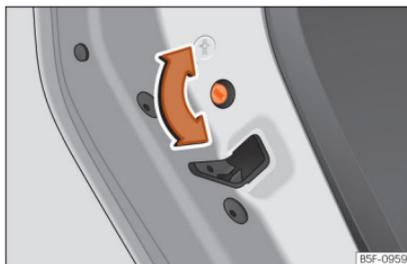

Abb. 72 Kindersicherung in der linken Tür
- Drehen Sie bei geöffneter Tür den Schlitz mit dem Fahrzeugschlüssel an den linken Türen im Uhrzeigersinn » **Abb. 72** und bei
- Drehen Sie bei geöffneter Tür den Schlitz mit dem Fahrzeugschlüssel an den linken Türen gegen den Uhrzeigersinn » **Abb. 72** und bei den rechten Türen im Uhrzeigersinn.